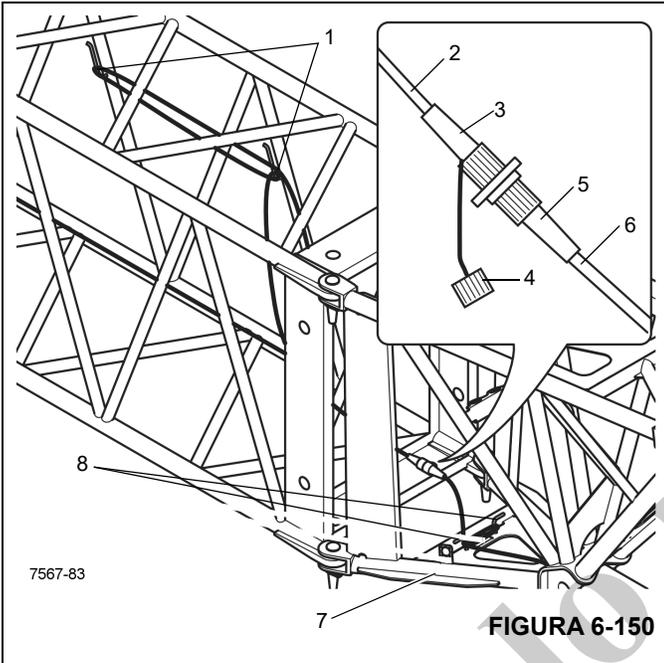

FIGURA 6-150
1. Desenrolle el cable (2), (Figura 6-150), del sujetador (1), (Figura 6-150).
2. Retire la tapa (4), (Figura 6-150), del receptáculo (3), (Figura 6-150).
3. Desenrolle el cable (6), (Figura 6-150), del sujetador (8), (Figura 6-150).
4. Retire el enchufe de puente (5), (Figura 6-150), del receptáculo falso (7), (Figura 6-150), y enchúfelo en el receptáculo (3), (Figura 6-150).
5. Enrolle una porción suficiente de cable (8), (Figura 6-150), en el sujetador (7), (Figura 6-150), de modo que este no se dañe durante el funcionamiento.
6. Enrolle una porción suficiente de cable (2), (Figura 6-150), en el sujetador (1), (Figura 6-150), de modo que este no se dañe durante el funcionamiento.